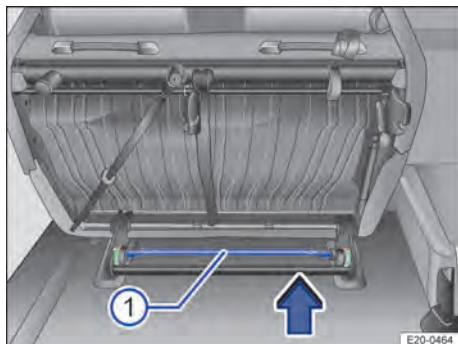
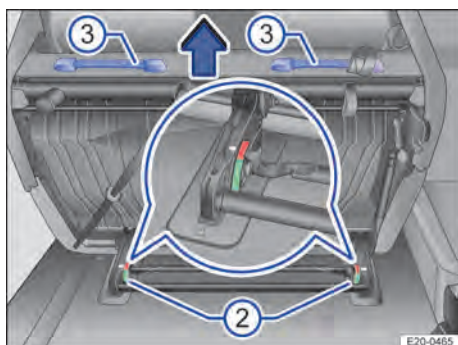

Fig. 73 Deuxième rangée de sièges : dépose de la banquette à deux places
Fig. 74 Deuxième rangée de sièges : dépose de la banquette à deux places
3. Tirez la tringlerie → fig. 73 ① dans le sens de la flèche jusqu'à ce que les deux indicateurs de verrouillage → fig. 74 ② se trouvent dans la zone rouge.
4. Soulevez le siège en le saisissant par les poignées ③ et retirez-le du verrouillage.